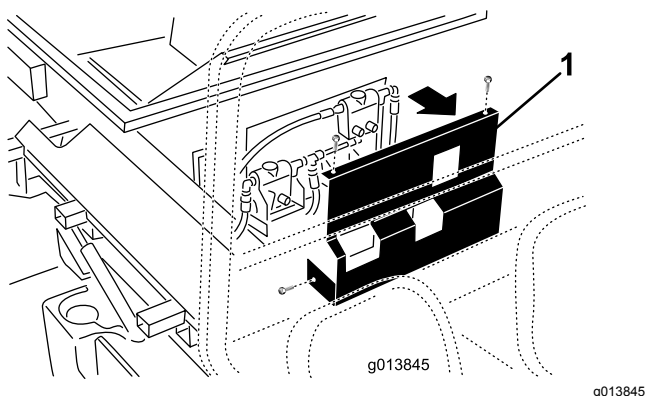

Figura 13
39. Nel modello 44701, versione SH, togliete i dispositivi di fermo che fissano il coperchio alla parte anteriore del ProPass e mettete il coperchio da parte (Figura 13).